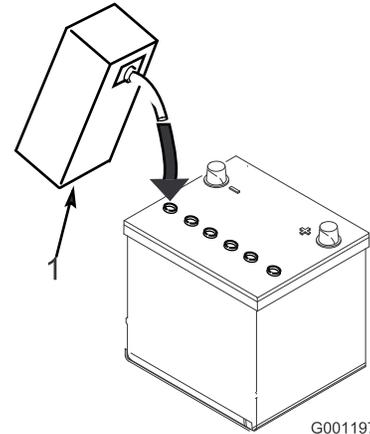

Figure 10
soient recouvertes d'environ 6 mm de liquide (Figure 10).
**Remarque:** Faites l'appoint au besoin pour faire monter le niveau d'électrolyte à environ 6 mm en dessous du creux de remplissage. (Figure 10).